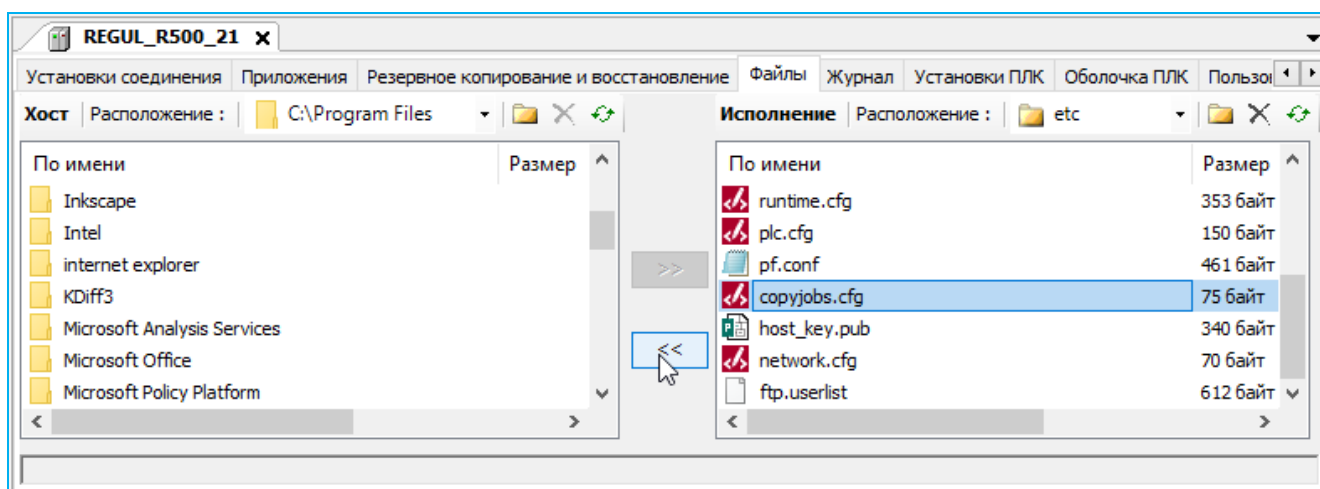

Рисунок 160 – Конфигурационный файл расположенный в папке etc на контроллере
- на главной вкладке параметров устройства перейдите на вкладку **Файлы**. В области **Исполнение** нажмите кнопку  (**Обновить**). В окне отобразится дерево файлов, имеющихся на контроллере. Найдите папку **etc** (Рисунок 160);